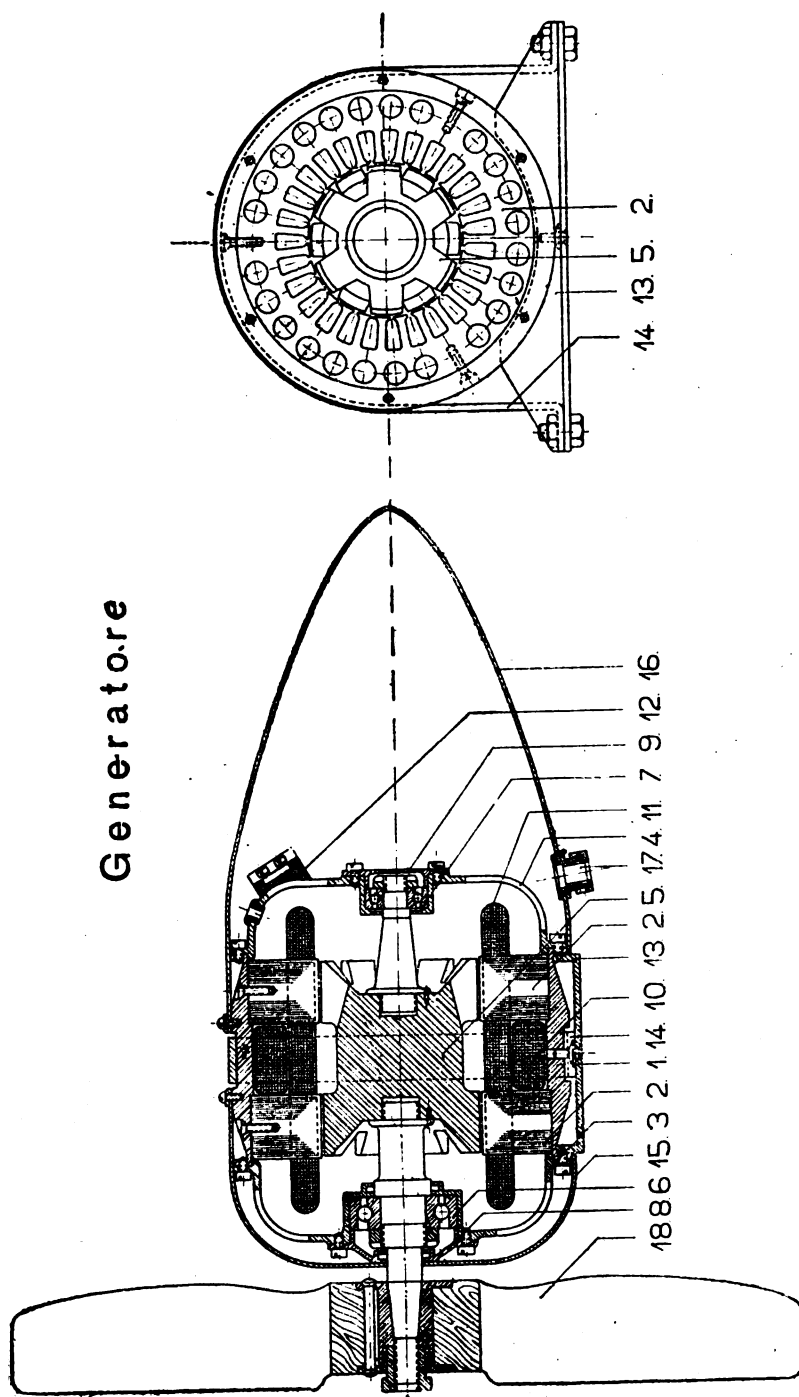

Fig. 9
La corrente necessaria viene prodotta per mezzo di un generatore che è indicato nella fig. 9. È del tipo delle macchine unipolari, così che esso non ha nè portaspazzole nè collettore nè avvolgimenti ruotanti. La macchina è stata costruita col concetto di ottenere la più completa sicurezza di funzionamento.
I due nuclei fig. 9 (2) portano l'avvolgimento della corrente alternata (11) ed inoltre l'avvolgimento della corrente continua (10) per l'eccitazione del campo magnetico. I due capi dell'induttore della corrente continua ed i tre dell'alternata sono portati ad un serrafili (12).
fig. 9). Allora i premibaderne (8 e 9 fig. 9) rimangono liberi e si possono visitare. I cuscinetti del giroscopio ogni mese si debbono rifornire di nuovo olio impiegando esclusivamente quello fornito dalla Ditta e conservato nella cassetta degli utensili.
Se si fosse costretti a levare anche la cuffia di difesa posteriore (numero 3 fig. 9), occorre fare molta attenzione di non rigare o piegare il disco dell'*orizzonte*.